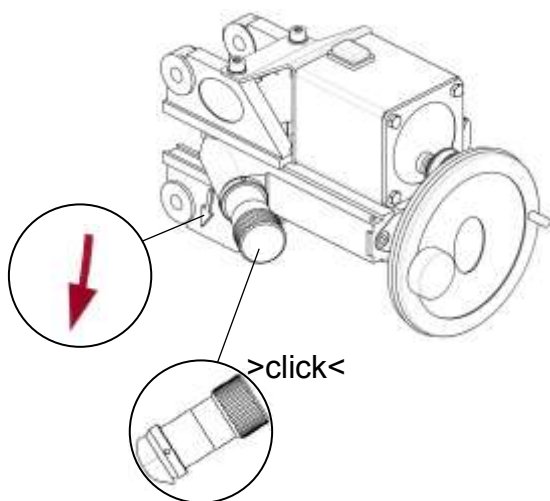

Fig. 59
1. Determinare il senso di rotazione corretto dell'unità di comando DU8610, vedere la freccia sul DL8704, fig. 59.
9. Uno scatto corrisponde a 0.05 mm (0.002 inch), fig. 59.